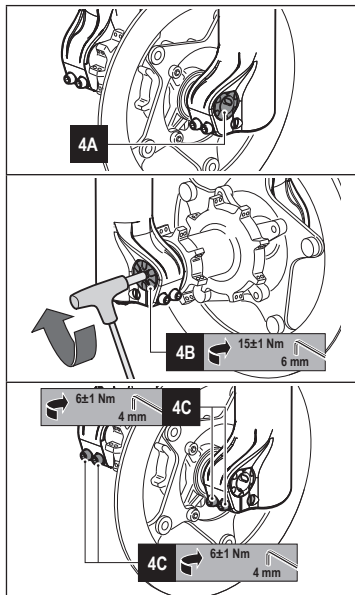

Figura 4 - Installazione ruota su forcelle con perno passante ø20mm Taperwall
- Allineare il centro della ruota con i due dispositivi di ritegno (vedi **4A** di **Figura 4**).
- Inserire il perno attraverso il portaruota sinistro, la ruota ed il portaruota destro (vedi **4A** di **Figura 4**).
- Serrare il perno alla coppia prevista (15 ± 1 Nm) agendo sul tappo del perno (vedi **4B** di **Figura 4**) con una sola chiave a brugola da 6 mm.
- Serrare le viti poste sui due portaruota alla coppia prevista (6 ± 1 Nm) con sequenza "1-2-1" utilizzando una chiave a brugola da 4 mm (vedi **4C** di **Figura 4**).